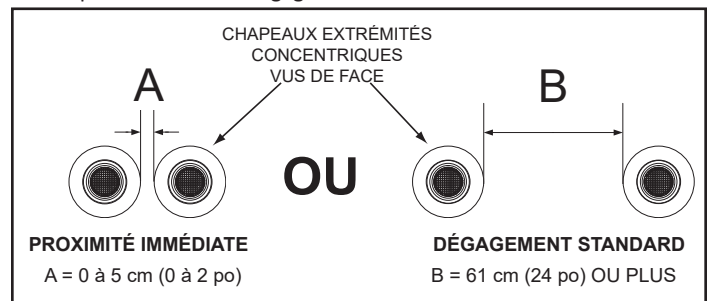
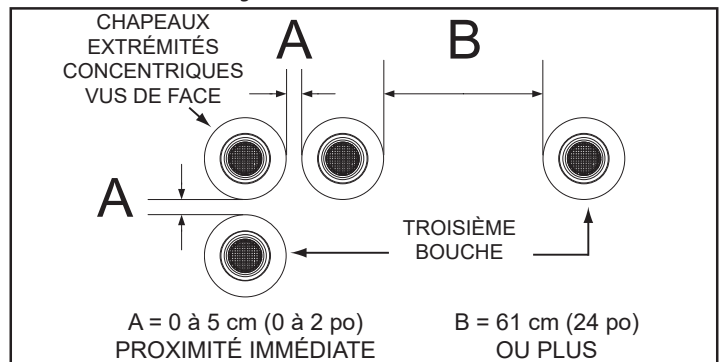
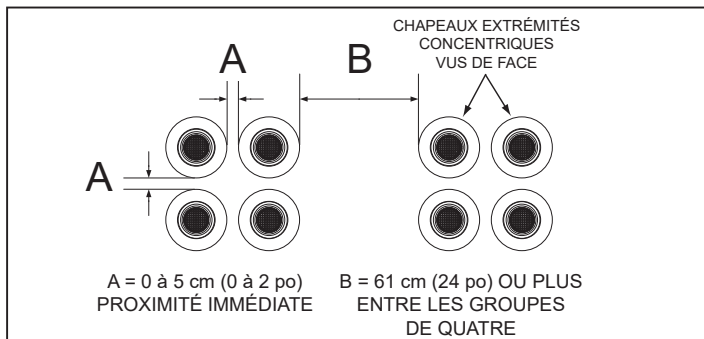
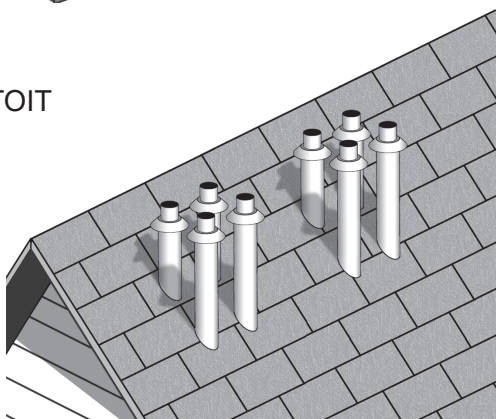

Figure 45. Deux bouches concentriques
Figure 46. Trois bouches concentriques
Figure 49. Huit bouches concentriques
Figure 52. Huit bouches concentriques - Mur et toit
Si plusieurs extrémités concentriques sont installées à travers un toit ou une paroi latérale, les dégagements illustrés de la **Figure 45** à la **Figure 49** (page 44) doivent être maintenus.
1. Le dégagement entre les chapeaux d'extrémités multiples doit être de 0 cm (0 po) (contact) à un maximum de 5 cm (2 po), dimension A - **Figure 45**, lors de l'installation d'extrémités concentriques à proximité immédiate. Voir **Figure 45** à **Figure 49**.
2. Le dégagement entre les chapeaux d'extrémités multiples doit être augmenté jusqu'à un minimum de 61 cm (24 po), dimension B - **Figure 45**, si une installation à proximité immédiate (ci-dessus) est impossible. C'est le dégagement standard.
1. Lors de l'installation de trois bouches d'extrémité concentriques à travers un toit ou un mur, la troisième bouche peut être installée à proximité immédiate comme indiqué par la dimension A à la **Figure 46**.
2. Si une installation à proximité immédiate de la troisième bouche est impossible, cette dernière peut être installée comme indiqué par la dimension B à la **Figure 46**.
Si plusieurs groupes de bouches concentriques sont installés à travers un toit ou une paroi latérale à proximité immédiate, ils peuvent être agencés en rangs superposés de quatre comme à la **Figure 52** (page 45). Des groupes de quatre côte à côte comme à la **Figure 49** peuvent constituer une disposition plus pratique pour les groupes multiples en fonction de l'espace disponible.
Deux bouches concentriques peuvent être installées à proximité immédiate comme à la **Figure 50** ou avec des dégagements standard lorsque cette disposition n'est pas possible. Voir l'information détaillée sur les dégagements à la **Figure 45** (page 43). Voir **Figure 46** (page 43) lors de l'installation de trois bouches concentriques.